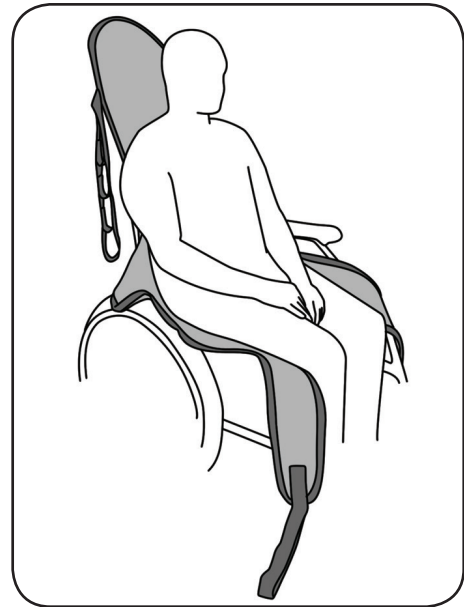

Abb. 8.3.01 – Liftergurt zwischen Patient und Sitzfläche positioniert
4. Schieben Sie den Liftergurt mit dem Mittelteil so weit wie möglich unter die Sitzfläche des Patienten (Abb. 8.3.01). Achten Sie darauf, dass die Beinstützen jeweils rechts und links von den Beinen des Patienten liegen und nicht verdreht sind.